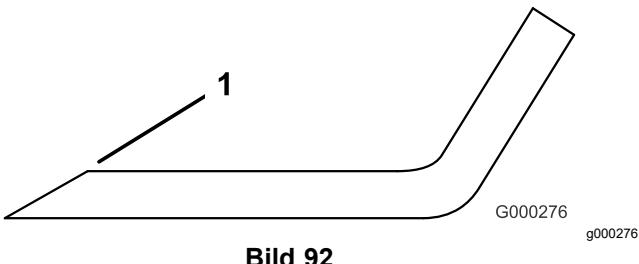

Bild 92
3. Prüfen Sie die Schnittkanten aller Messer und schärfen die Kanten, wenn sie stumpf sind oder Kerben haben (Bild 92).
Hinweis: Schärfen Sie nur die Oberseite der Schnittkante und behalten Sie den ursprünglichen Schnittwinkel bei, um die Schärfe des Messers zu gewährleisten (Bild 92). Das Messer bleibt ausgewuchtet, wenn Sie die gleiche Menge Metall von beiden Schnittkanten entfernen.